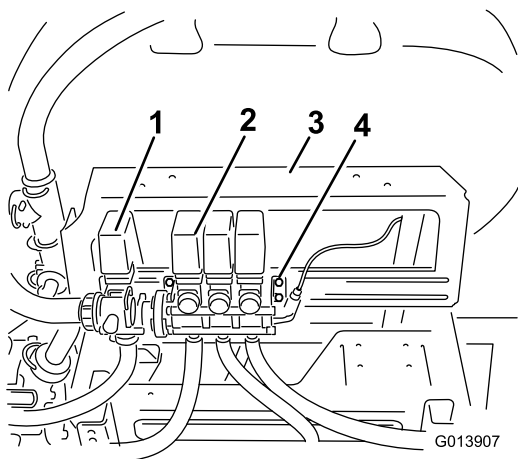

图3
1. 旋松将喷洒臂阀门总成紧固到安装支架（图3）上的螺栓，但是不要拆下。